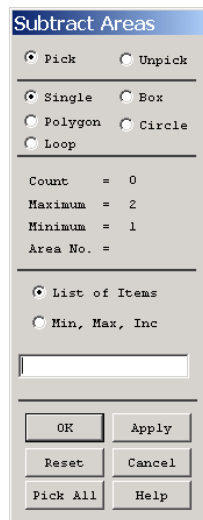
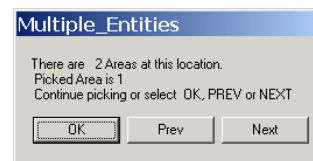

图1.33 实体拾取对话框
图1.34 多实体拾取对话框
(5) 单击 Main Menu>Preprocessor>Modeling>Operate>Booleans>Subtract>Areas 菜单,弹出如图 1.33 所示的对话框。
(6) 用鼠标在矩形上单击，弹出如图 1.34 所示的对话框，单击【OK】按钮，选中矩形。
(7) 再次出现图 1.33 的对话框，再用鼠标在圆形上单击，同样弹出如图 1.34 所示的对话框，此时单击【Next】，选中圆形，并单击【OK】按钮。